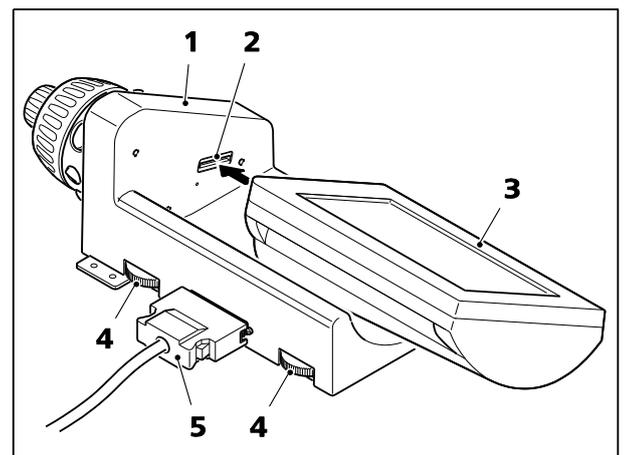

Fig. 42 Installation de l'écran TFT sur la station d'accueil
- Placer l'écran TFT (Fig. 42/3) sur la station d'accueil (Fig. 42/1) et le visser dessus à l'aide de la clé Allen fournie. S'assurer que le contact à broche (Fig. 42/2) est placé exactement dans l'ouverture correspondante.
- Insérer le câble de la station d'accueil (Fig. 42/5) dans la prise située à l'arrière du statif.
- L'inclinaison de l'écran TFT peut être réglée à l'aide des deux vis moletées (Fig. 42/4) situées à l'arrière de la station d'accueil.